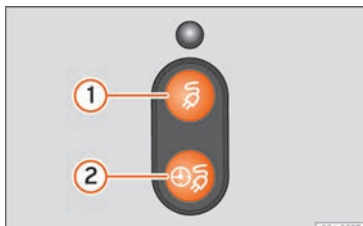

Abb. 224 Hinter der Batterieladeklappe: Lade-taster
»» **Abb. 224**
- Drücken Sie den Taster für Sofortladen  » » **Abb. 224 ①.** Der Ladestecker bleibt verriegelt.